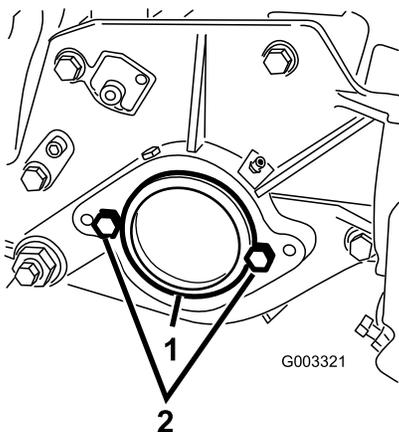

Bild 7
- Nehmen Sie rechts an der Schneideinheit den Plastikstöpsel vom Lagergehäuse ab (Bild 7).
- Nehmen Sie die zwei Schrauben von der rechten Seitenplatte ab (Bild 7).
- Schrauben Sie die zwei Befestigungsschrauben für den Spindelmotor lose an der linken Platte der Schneideinheit fest (Bild 7).